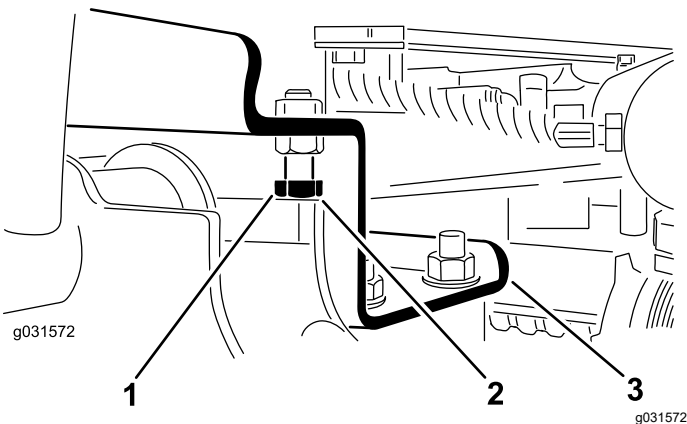

Figura 13
- A. Deurubai uruburile de oprire (Figura 13).
2. Asigurați-vă că spaiul dintre fiecare bra de ridicare i urub de oprire este de 0,13 până la 1,02 mm, aa cum se arată în Figura 13.